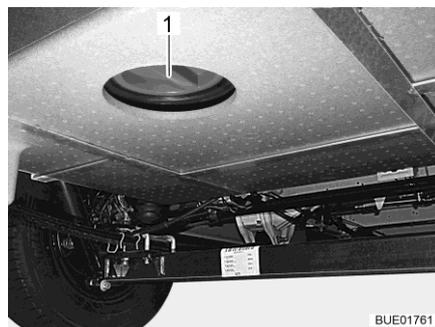

Fig. 207 Apertura per la pulizia (serbatoio delle acque grigie)
- A questo scopo aprire l'apertura per la pulizia (Fig. 207,1) per il serbatoio delle acque grigie e il rubinetto di scarico.